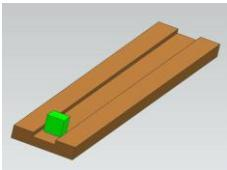
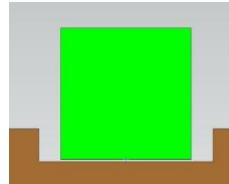

рис.32
рис.34
- Посмотрите на простой пример (рис.32, 33). Зеленое тело движется по направляющим. Между зеленым телом и направляющими существуют небольшие зазоры (рис.34). Тело перемещается под действием скалярной силы. Сила действует точно посередине зеленого тела. И все-таки, во время движения возникает некоторый перекос (вообще-то, мы намеренно сместили силу на доли миллиметра от середины), и как следствие, зеленое тело начинает задевать за коричневые направляющие.